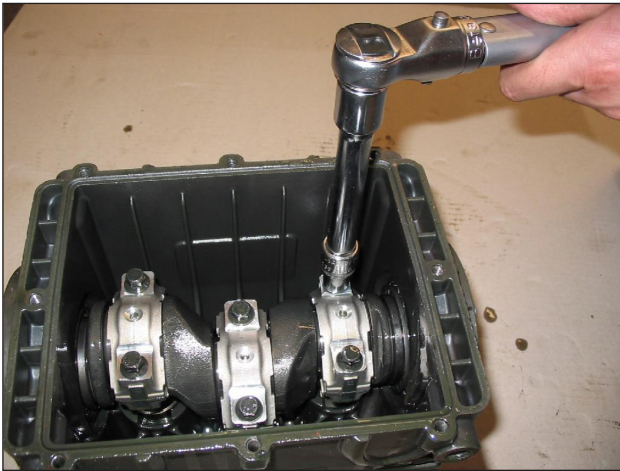

Fig. 10
- Fijar los sombreretes a los correspondientes cilindros de la biela utilizando tornillos M8x1x48 (Fig. 10) lubricando sea la parte inferior de la cabeza que el tallo roscado, realizando dos fases diferentes: